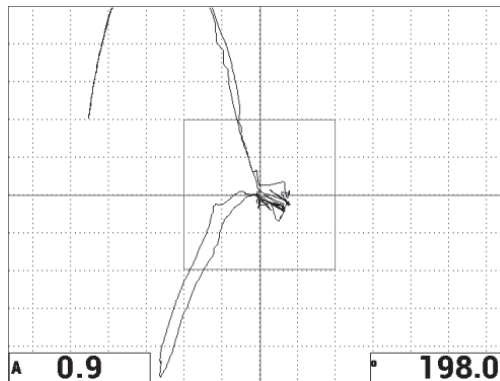

Figura 6-10 Amplitude (A) e fase (°) do ponto flutuante XY
As leituras exibem em tempo real a amplitude (A) e fase (°) do ponto flutuante XY (veja Figura 6-10 na página 137). Para mais informações sobre como alterar as leituras de tempo real, veja “Exibir leituras em tempo real” na página 66.